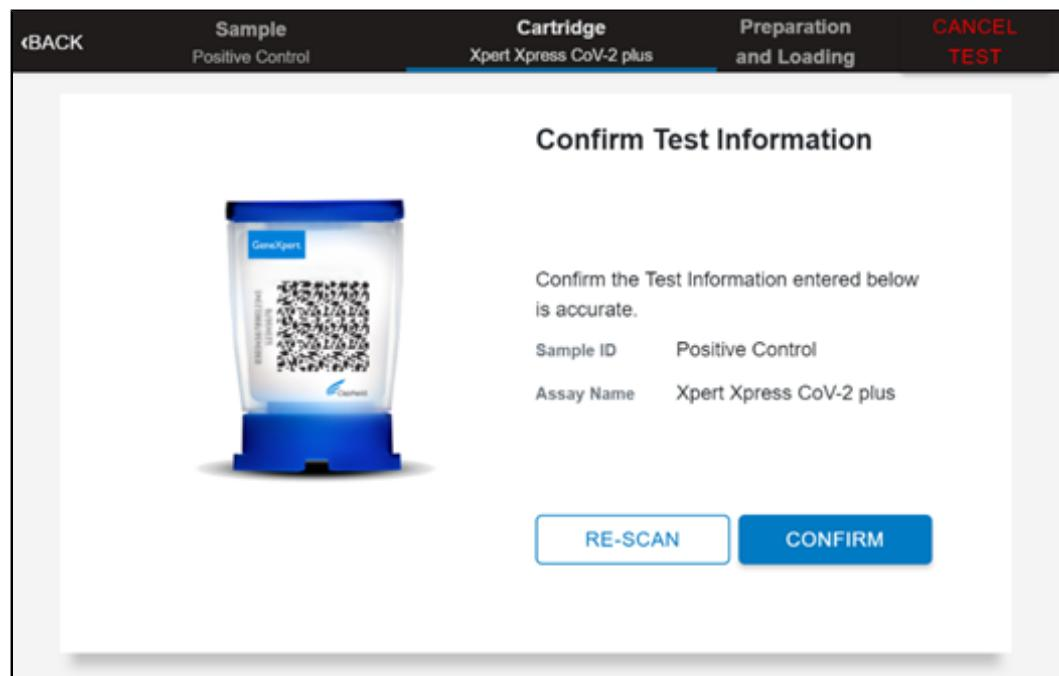

Figure 26. Confirmer les informations du test (Confirm Test Information)
9. Vérifiez que les informations du test sont correctes, puis appuyez sur CONFIRMER (CONFIRM) (voir la Figure 26).